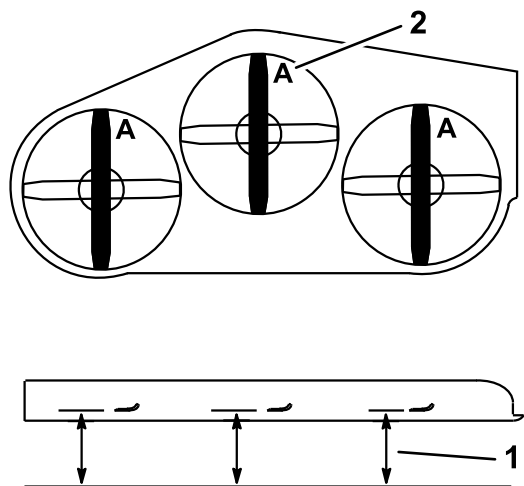

Figura 95
4. Mida desde una superficie nivelada hasta el filo de corte, posición A, de las cuchillas (Figura 95).